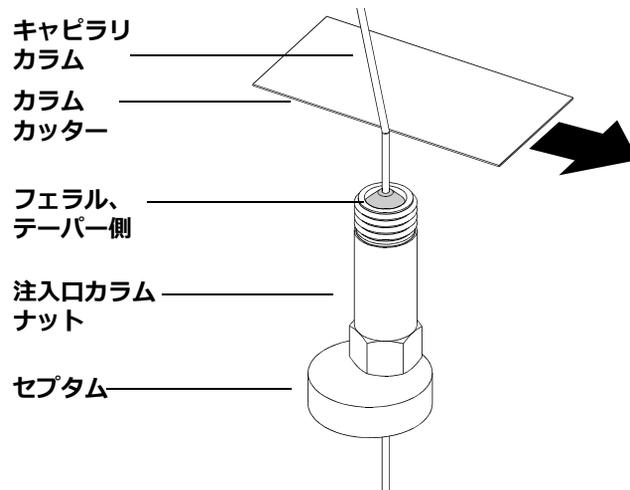

図4 キャピラリカラムの取り付け準備
- 2 セプタム、カラムナットおよびコンディショニングされたフェラルをカラムの固定されていない方の端に突き通します (図 4)。フェラルのテーパ側を上に向けて通します。